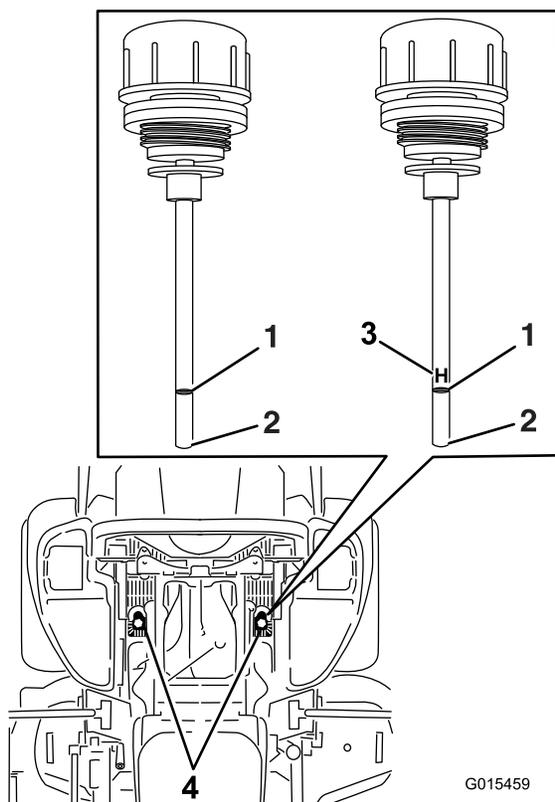

Figura 96
5. Limpie la zona alrededor de las varillas de los depósitos del sistema hidráulico (Figura 96).
6. Retire una varilla del depósito hidráulico (Figura 96).
8. Retire la varilla e inspeccione el extremo (Figura 96).